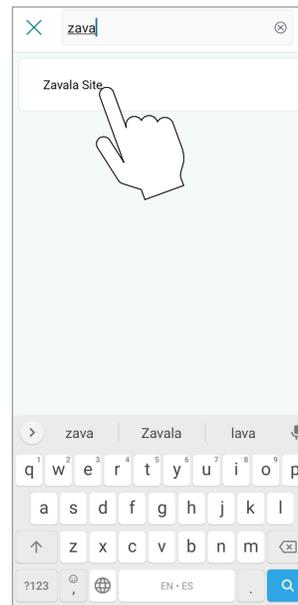

Figure 120. Choix de l'organisation
4. L'écran « Choose organization » (Choisir une organisation) s'affiche et présente toutes les organisations disponibles. Parcourez la liste des sous-organisations ou utilisez l'outil de recherche pour trouver l'organisation souhaitée. Voir Figure 120.